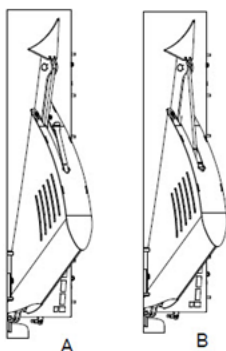
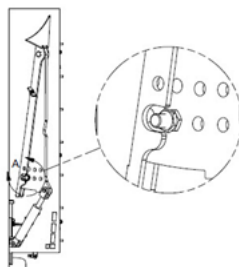

Figure 21 — Contre-couteaux entrés (A) Contre-couteaux sortis (B)
Figure 22 — Limiteur de course du vérin hydraulique des contre-couteaux
La grosseur de coupe dépend de la position des deux contre-couteaux hydrauliques. Les contre-couteaux sont activés par un vérin hydraulique qui les fait entrer et sortir de la cuve. Vous pouvez ajuster la grosseur de coupe en limitant la course du vérin hydraulique. Pour une coupe plus petite, les contre-couteaux doivent être complètement à l'intérieur de la cuve (Figure 21-A).
1. Avec les commandes hydrauliques ou la télécommande Smart-Control (en option), sortez complètement les contre-couteaux de la cuve (Figure 21-B).
3. Enlevez les gardes des contre-couteaux, qui se trouvent de chaque côté de la machine, en desserrant les quatre (4) boulons de chaque garde.
4. Insérez le boulon du limiteur de course dans le trou correspondant à la position désirée (Figure 22).